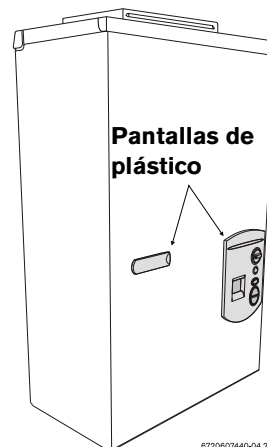

Fig. 6 Retire la cubierta frontal
- Calcomanías protectoras de plástico para cubrir los tornillos de la cubierta frontal y el panel de control. El instalador debe fijar estas calcomanías a la parte frontal de la unidad una vez terminada la instalación. Véase la Fig. 6
- ▶ Afloje los dos tornillos Philips situados en el panel frontal (debajo de las placas de plástico, si éstas ya están colocadas; véase fig. 6).